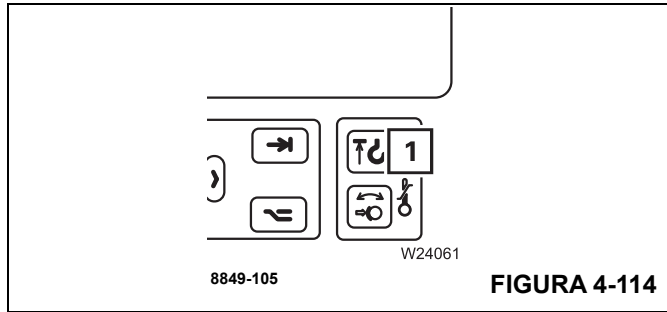

FIGURA 4-114
La luz (1), (Figura 4-114), se ilumina si el interruptor de prevención del contacto entre bloques se acciona.